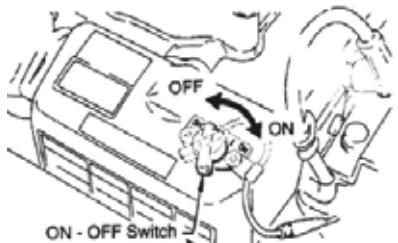

FIG 6
2. Coloque el interruptor ON / OFF del motor (Fig. 6) en la posición ON (arranque).